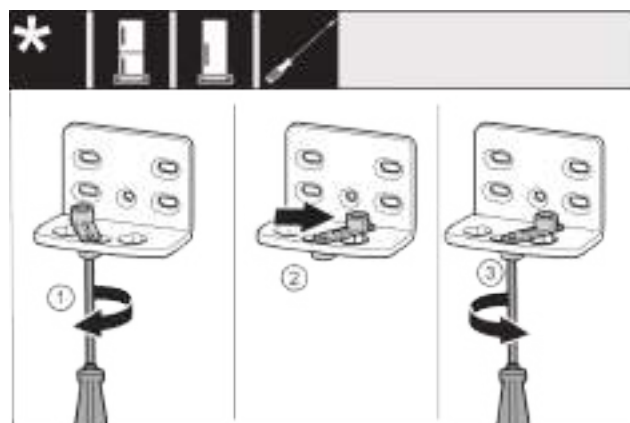

Fig. 15
- Отпустите винт Fig. 15 (1) отверткой.
- Приподнимите фиксатор двери Fig. 15 (2) и, повернув на 90° вправо, вставьте в отверстие.
- Затяните винт Fig. 15 (3) отверткой.